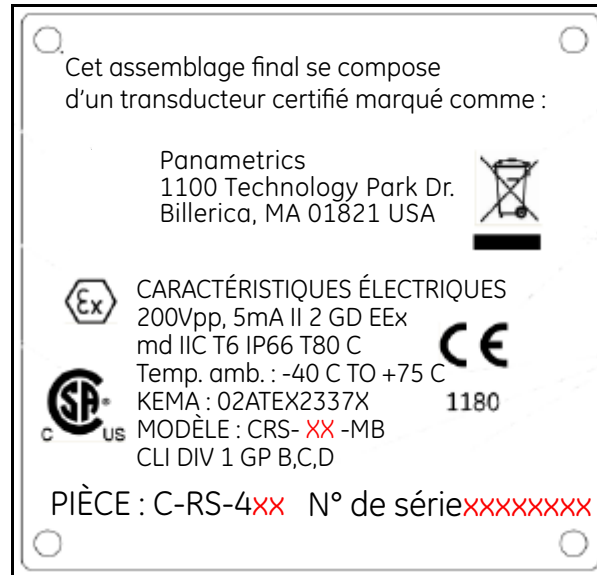

Figure 4: Étiquette de produit C-ET
- **Fréquence** : la fréquence du transducteur est indiquée sur l'étiquette C-ET (voir la Figure 4 ci-dessous). La fréquence du modèle de transducteur **CRS-05-MB** est de 0,5 MHz tandis que celle du modèle **CRS-10-MB** est de 1,0 MHz.